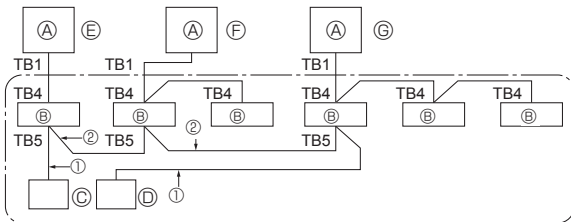

Fig. 9-1
9. Systemkontroll (Fig. 9-1)
- ③ SW 1 - 3 ~ 6